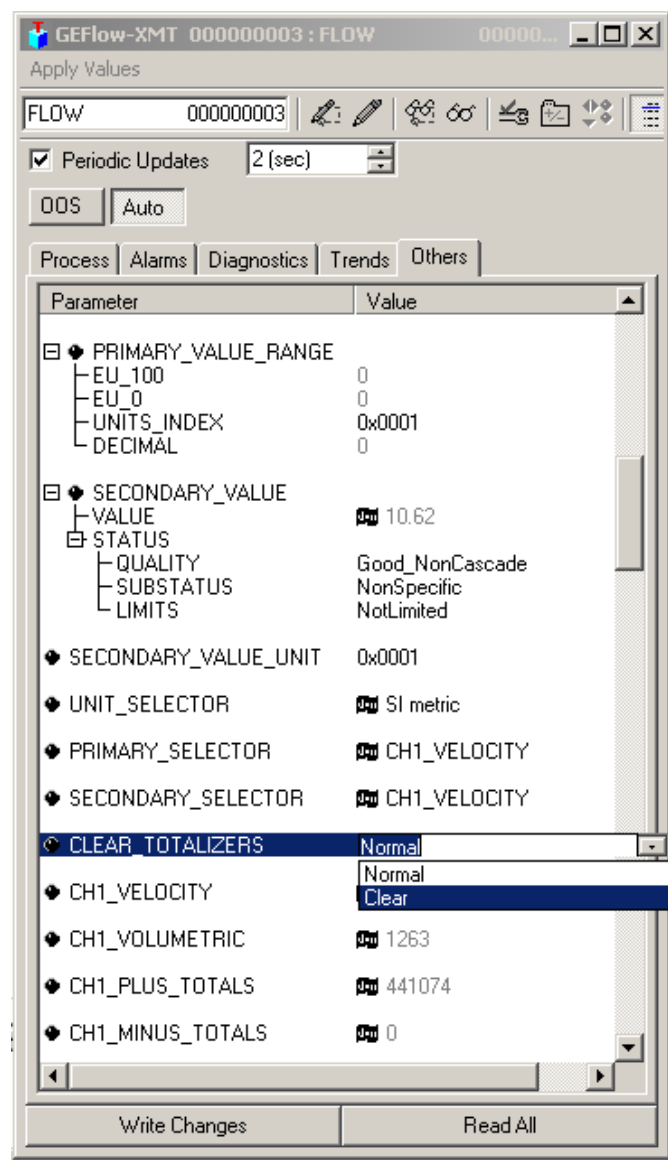

Figura 43: Limpar a lista pendente de totalizadores
3. Selecione **limpar** na caixa de listagem pendente (ver figura 43).